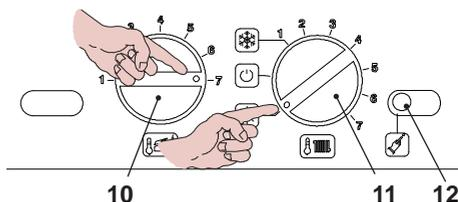

Fig. 7.2
- Posizionare le manopole del pannello comandi come indicato in Fig. 7.2 .